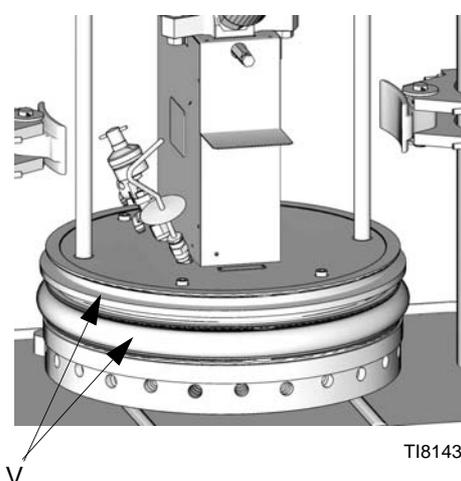

Рис. 22 Очистители
1. Чтобы заменить изношенный или поврежденный очиститель (V), поднимите плунжер и извлеките его из бочки. Следуйте всем предостережениям и предупреждениям. Выполните действия 1–7 процедуры **Смена бочки**, описанной на стр. 36. Инструкции по замене очистителей тройника см. в руководстве по эксплуатации 309196. См. Рис. 22.